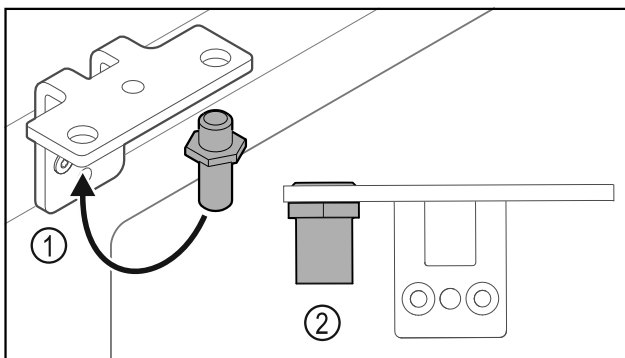

Fig. 38
- ▶ Bouten Fig. 38 (1) naar de scharnierhoek verplaatsen.
- ▶ Bouten Fig. 38 (2) met **aanhaalmoment van 12 Nm** vastdraaien.